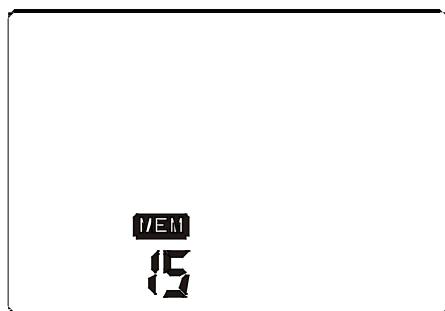

Figura 7
- a. Después de la medición, es posible volver a ver las mediciones guardadas en la unidad de memoria presionando el botón “MEM”. La pantalla LCD muestra ahora todos los resultados presentes en la unidad de memoria corriente. Véase figura 7.